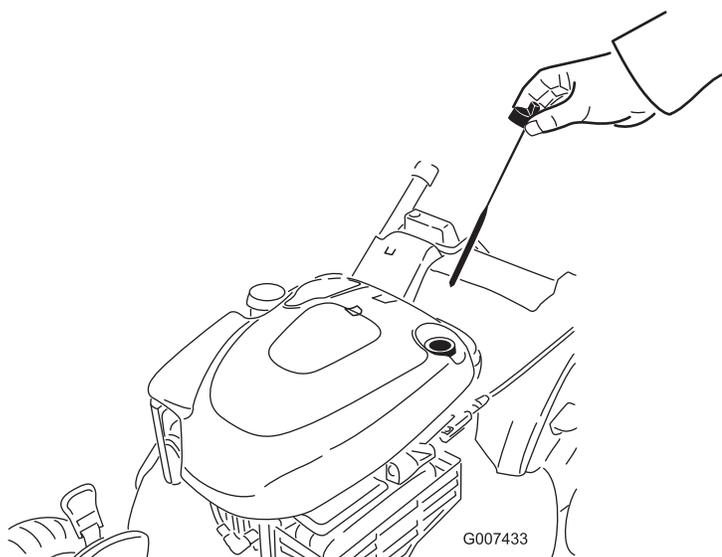

Figura 41
6. Rimuovete l'asta di livello dal tubo di riempimento dell'olio (Figura 41).